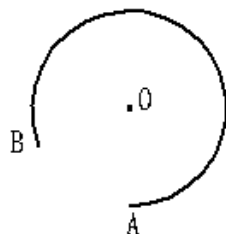

图 4.1-38
① 将光标移到圆心，单击左键确定圆心，移动光标就有一条相当于弧半径的黄色临时线出现。
② 将光标移到弧的起点，单击鼠标左键，确定弧的起点，移动光标就有一临时弧出现。
③ 光标移到弧的终点，单击鼠标左键，即完成图 4.1-38，弧AB的作法：